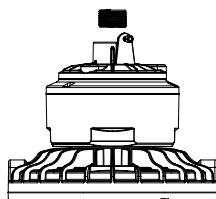

Fig. 7
1. Unscrew the compression nut on the fixture (Figure 7).
1. Dévissez l'écrou de compression de l'appareil (figure 7).